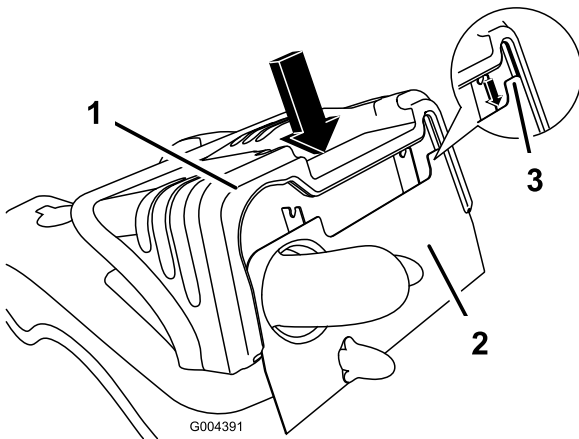

Figure 28
1. Pour installer le capot, alignez sa fente sur le châssis et abaissez-le sur le châssis avec précaution (Figure 28). Vérifiez que le châssis est engagé correctement dans la rainure du capot avant d'appuyer sur ce dernier. Appuyez doucement pour engager la goupille de retenue.